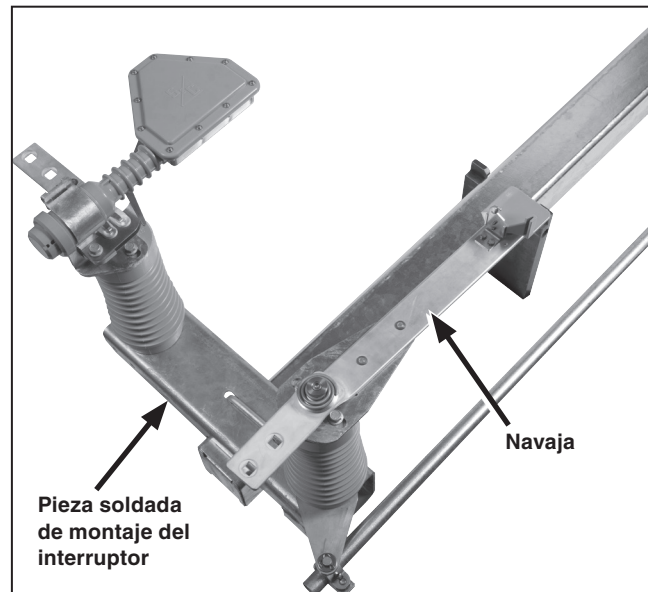

Figura 32. La navaja en 90 grados desde la posición de la pieza soldada del montaje.
- Mientras la palanca operativa esté en la posición lo más alejada posible en la dirección de apertura, las navajas del seccionador interruptor deben quedar a 90 grados de la posición de **Cerrado** (perpendicular a la pieza soldada de montaje del interruptor Ver Figura 32).
Asegúrese de que todas las unidades tripolares estén abiertas y sus navajas estén a aproximadamente 90 grados de la posición **Cerrado** perpendiculares a la pieza soldada de montaje del interruptor). Ver Figura 32 en la página 28.